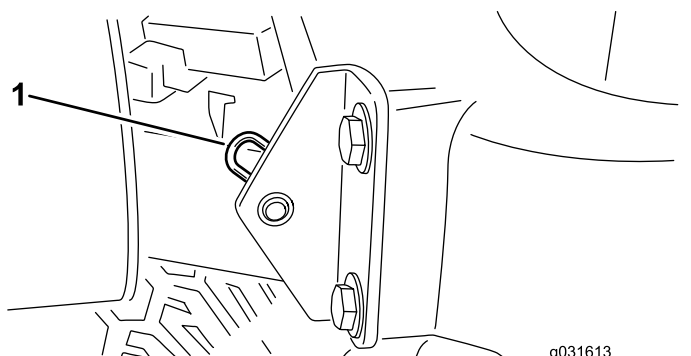

Bild 41
2. Entfernen Sie den Splint, mit dem das Gelenk der Motorhaube an den Befestigungshalterungen befestigt ist (**Bild 41**).